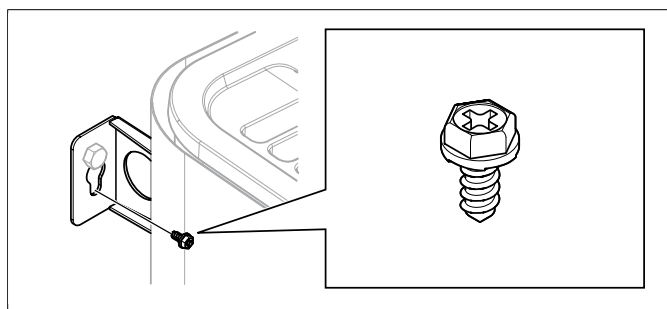

Fig 13: Vis de fixation du support
12. Immobiliser le poêle au moyen de la vis de fixation se **Fig 13**, page 6.